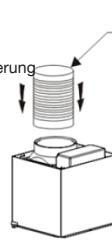

Abb. 12
— Setzen Sie die 2 Kamine auf die Dunstabzugshaube (Abb. 12).
- Setzen Sie den aus 2 Teilen zusammengesetzten Kamin auf die Dunstabzugshaube (Abb. 12).